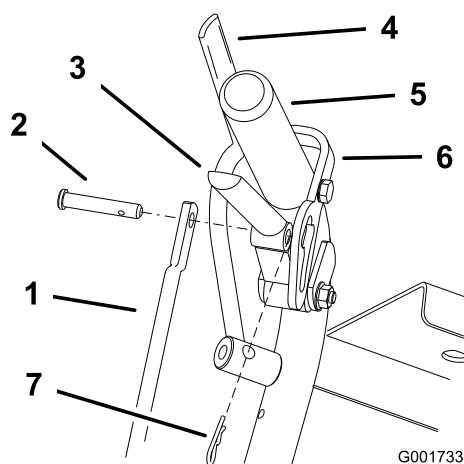

Figure 39
1. Ajustez la longueur de la tige en relâchant le levier de déplacement et en enlevant la goupille fendue et l'axe de chape. Tournez la tige dans la fixation (Figure 39).
4. Placez l'axe de chape dans le levier de déplacement (Figure 39).
- Placez la goupille fendue entre les leviers de déplacement et les verrous de point mort, et dans les axes de chape (Figure 39).